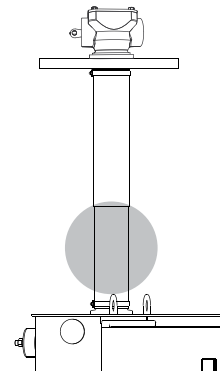

Рис. 67. Сдвиньте защитную трубку вниз
- Сдвиньте защитную трубку вниз. См. рис. 67.